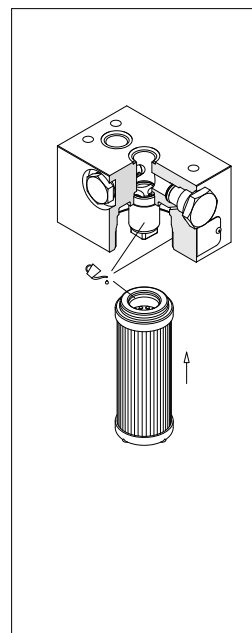

fig. 7
- (Fig. 7) Lubrificare con il fluido di lavoro l'O-ring dell'elemento filtrante, il codolo e la sede della testata, quindi calzare l'elemento filtrante sul codolo. Prestare attenzione a non danneggiare la guarnizione O-ring